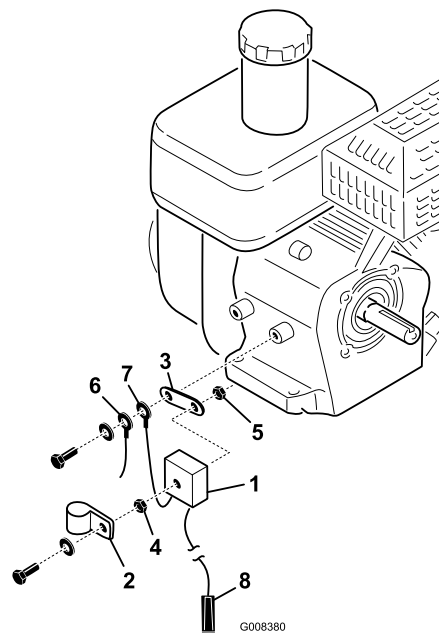

Figur 4
2. För in PÅ/AV-vippbrytaren i hålet i konsolen (Figur 4).